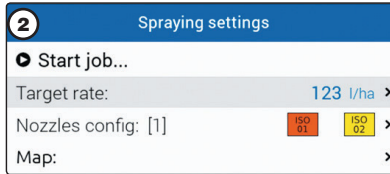

Fig. 271
- 1 Tryck **F1** för att fortsätta med senaste arbetet, från den punkt där arbetet avbröts. 2 Granska **Spraying settings** i Fig. 271; modifiera om så behövs.